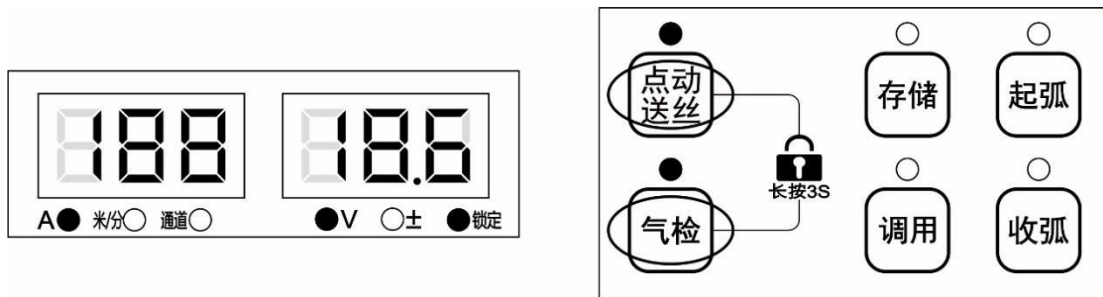

图 3-30 普通锁定界面
1. 选择好焊接参数，同时长按**点动送丝**键和**气体检测**键 3 秒，锁定指示灯点亮，即进入普通锁定界面，如图 3-30 所示。